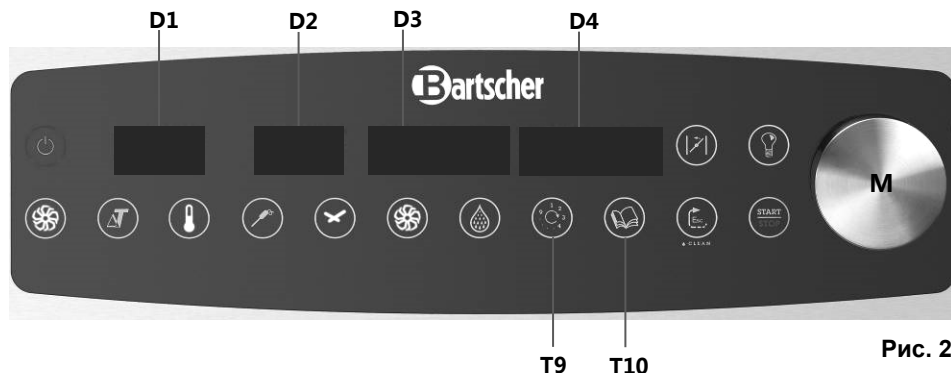

Рис. 22
3. Одновременно нажать поворотный регулятор **M** (рис. 22) и кнопку **T10** (рис. 22).
3. Одновременно нажать поворотный регулятор **M** (рис. 22) и кнопку **T9** (рис. 22).